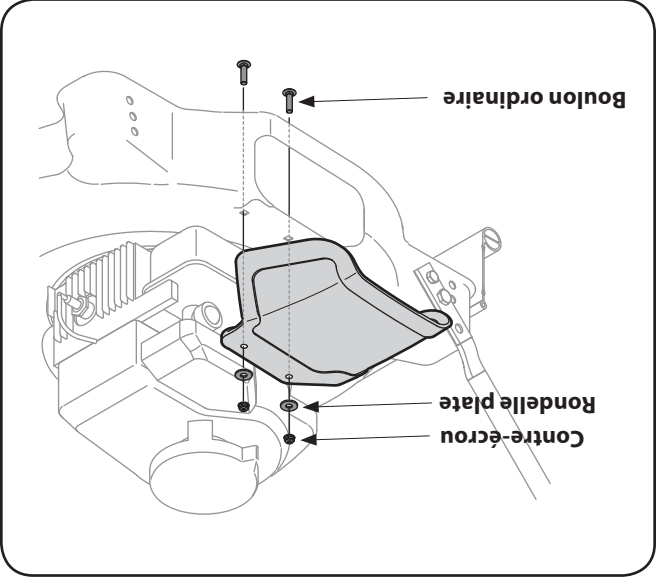

Figure 3-1
1. Positionnez le déflecteur sur le plateau de coupe et alignez les trous. Voir la Figure 3-1.